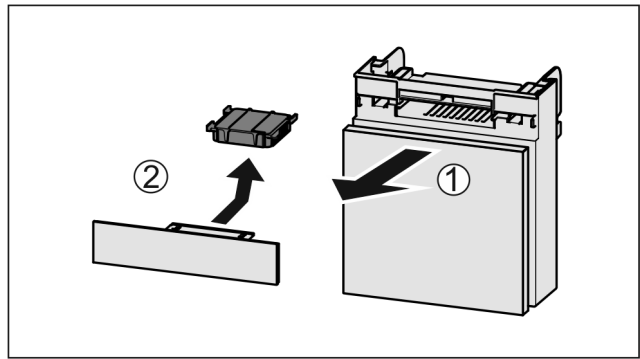

Fig. 156
- ▶ Fach nach vorne herausziehen Fig. 156 (1).
- ▶ Aktivkohlefilter entnehmen Fig. 156 (2).